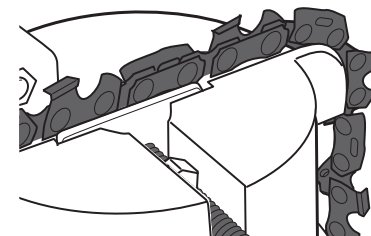

Fig. 4
- > Coloque la cadena de la motosierra con los eslabones motrices orientados hacia abajo en el interior de la guía, atravesando el tornillo de banco (12). Debe colocarse con el sentido de corte orientado hacia el disco de afilado (15) (fig. 4).